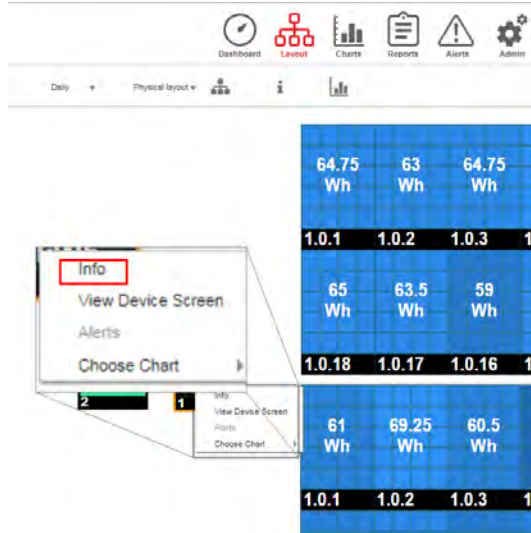

Abbildung 36: Wechselrichter-Menü
- Klicken Sie mit der rechten Maustaste auf den Wechselrichter und wählen Sie im Menü **Info** aus (Abbildung 36). Das Fenster mit den Wechselrichterdaten wird eingeblendet (Abbildung 37).